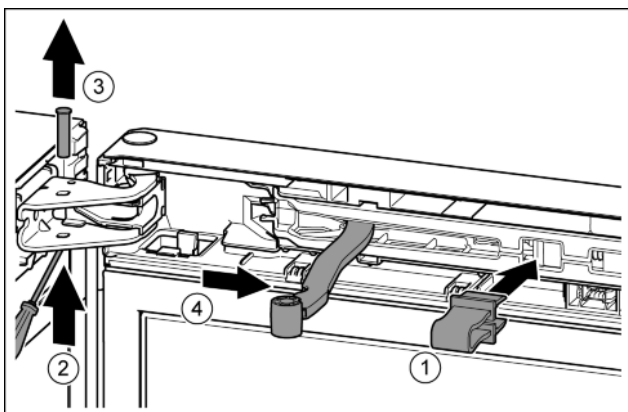

Fig. 13
- Borging in de opening klikken. *Fig. 13 (1)*
- Bout met schroevendraaier T15 eruit schuiven. *Fig. 13 (2)*
- Bout vanaf de bovenkant eruit halen. *Fig. 13 (3)*
- Scharnier in de richting van de deur draaien. *Fig. 13 (4)*